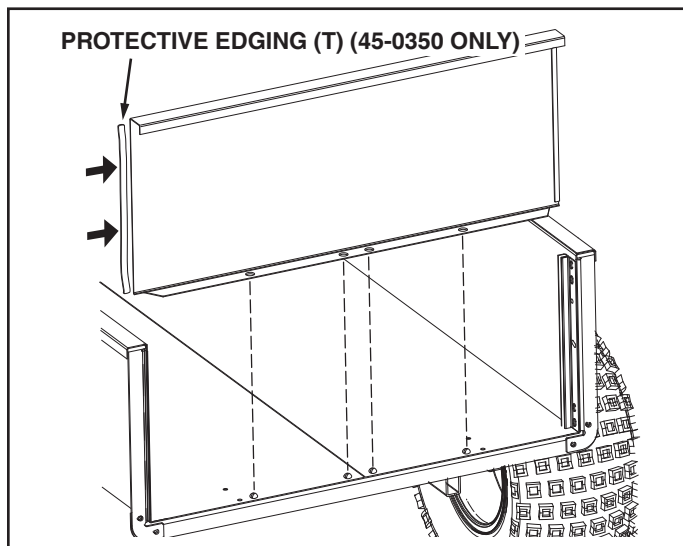

FIGURE 13
27. (Model 45-0350 only) Press the protective edging (T) strips onto the ends of the tailgate. See figure 13.
28. Slide the tailgate down into the tailgate guides so that the holes in the bottom of the tailgate fit over the screws in the bottom of the cart bed. See figure 13.
27. (Modèle 45-0350 uniquement). Mettre la bordure protectrice (T) en place sur les extrémités du hayon. Voir la figure 13.
28. Mettre le hayon (7) en place dans ses guides de sorte que les tours en bas du hayon s'alignent avec les vis dans le fond du chariot. Voir la figure 13.